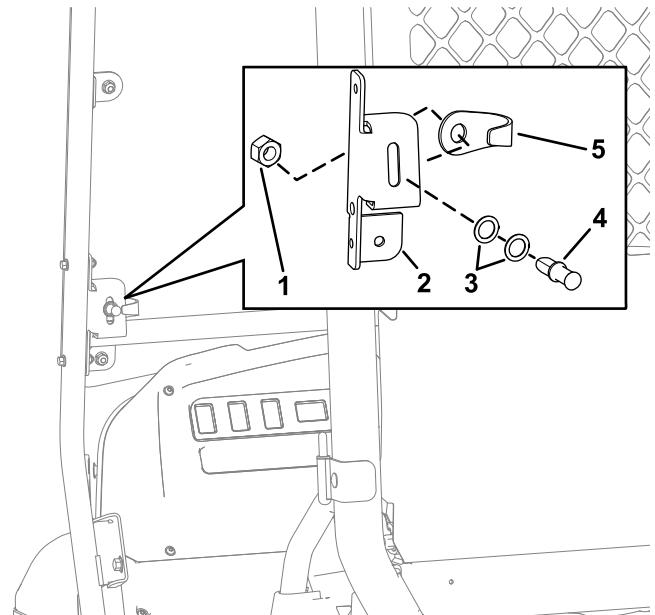

Figure 63
1. Placez la goupille de verrouillage et sa protection devant l'ouverture dans le support de montage, comme montré à la Figure 63.
2. Insérez la goupille de verrouillage (sans les rondelles pour commencer) dans la protection (Figure 63).
3. Placez la protection de la goupille et l'écrou hexagonal sur l'arrière de l'ouverture du support de montage (Figure 63).
4. Serrez l'écrou de blocage sur la goupille de verrouillage à la main (Figure 63).